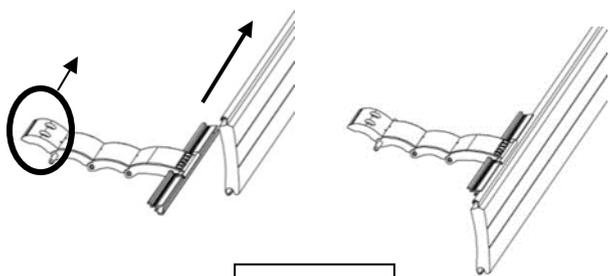

Figure 5
- Glisser les DVA sur la première lame du tablier (*Figure 5*)